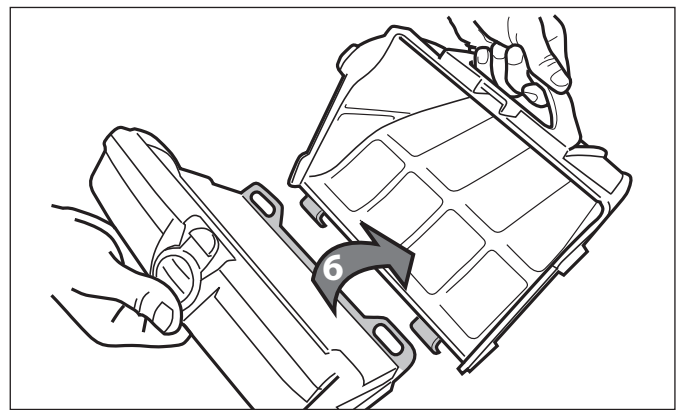

Figura 22. Retire el cartucho del filtro
6. Separe el cartucho del filtro del soporte del filtro (6), como se muestra en la Figura 22.